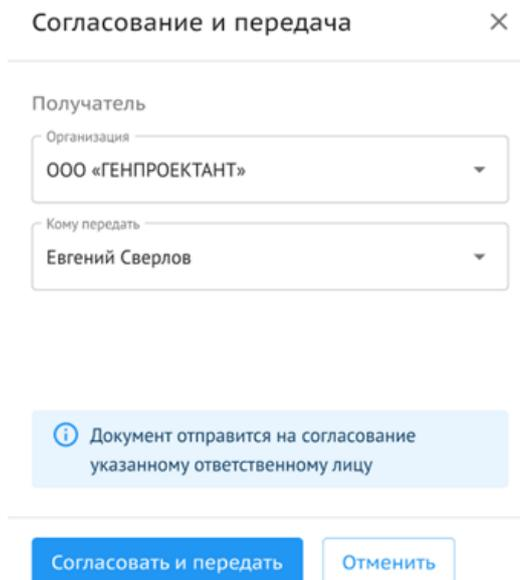

Рисунок 150. Активирование. Конструктор актов. Согласование и передача
- Согласовать и передать. Доступно для пользователя, у которого конструктор актов находится на согласовании (Рисунок 150);